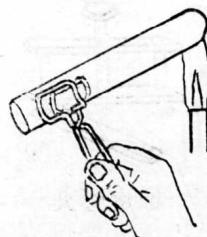

图1 烘干试管
(1) 洗涤一支洁净的试管。
(2) 试管夹应夹在试管口附近。
(3) 试管要略为倾斜，管口向下（见图1）。
(4) 先预热试管，然后将水气由底部赶出管口，并不时地来回翻转试管，以赶掉水气。
(5) 冷却：不应将热的试管立刻放在桌面上或书本上，应放在石棉网上。